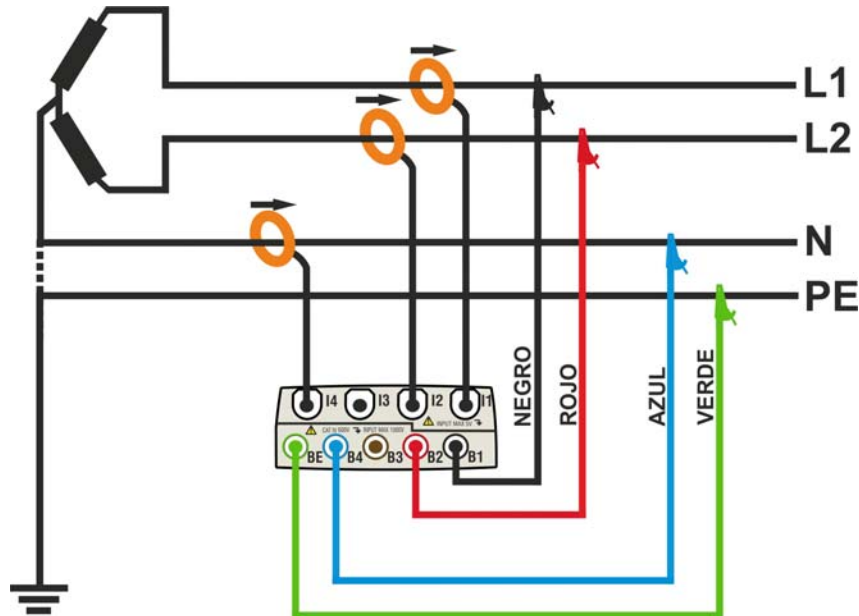

Fig. 127: Conexión del instrumento en un sistema Bifásico 3-hilos 3P2E
2. Conecte los cables de medida de tensión sobre los conductores de L1, L2 y N respetando los colores como muestra la Fig. 127
3. Conecte las pinzas de corriente sobre el conductor L1, L2 y N como muestra en la Fig. 127 **respetando el sentido de la flecha** presente sobre la misma pinza que indica la dirección convencional de la corriente desde el generador a la carga. **Verifique siempre (seleccionando preliminarmente el sistema 3-hilos), en la pantalla de la sección Visualización Medida, que las Potencias Activas P1, P2 sean siempre positivas y que el factor de potencia Pf1, Pf2 sea correspondiente a la carga, normalmente inductivo**, antes de activar un registro. En caso de valores negativos de las potencias activas gire la pinza 180° sobre el conductor interesado.